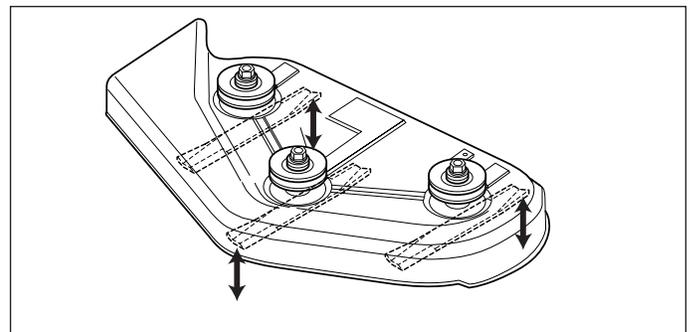

Figure 30. Orienter les lames de l'avant vers l'arrière
6. Arrangez les lames de sorte qu'elles se trouvent à l'avant et à l'arrière (Figure 30).